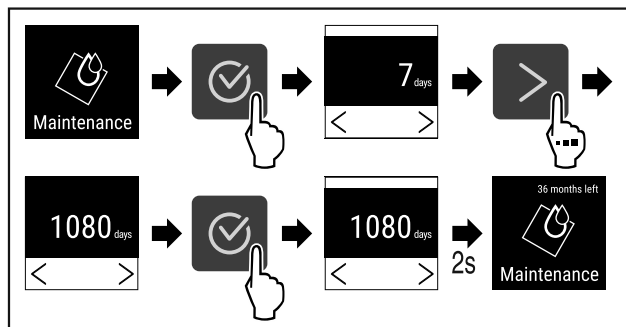

Fig. 78
- ▶ Eseguire i passi (vedere Fig. 78).